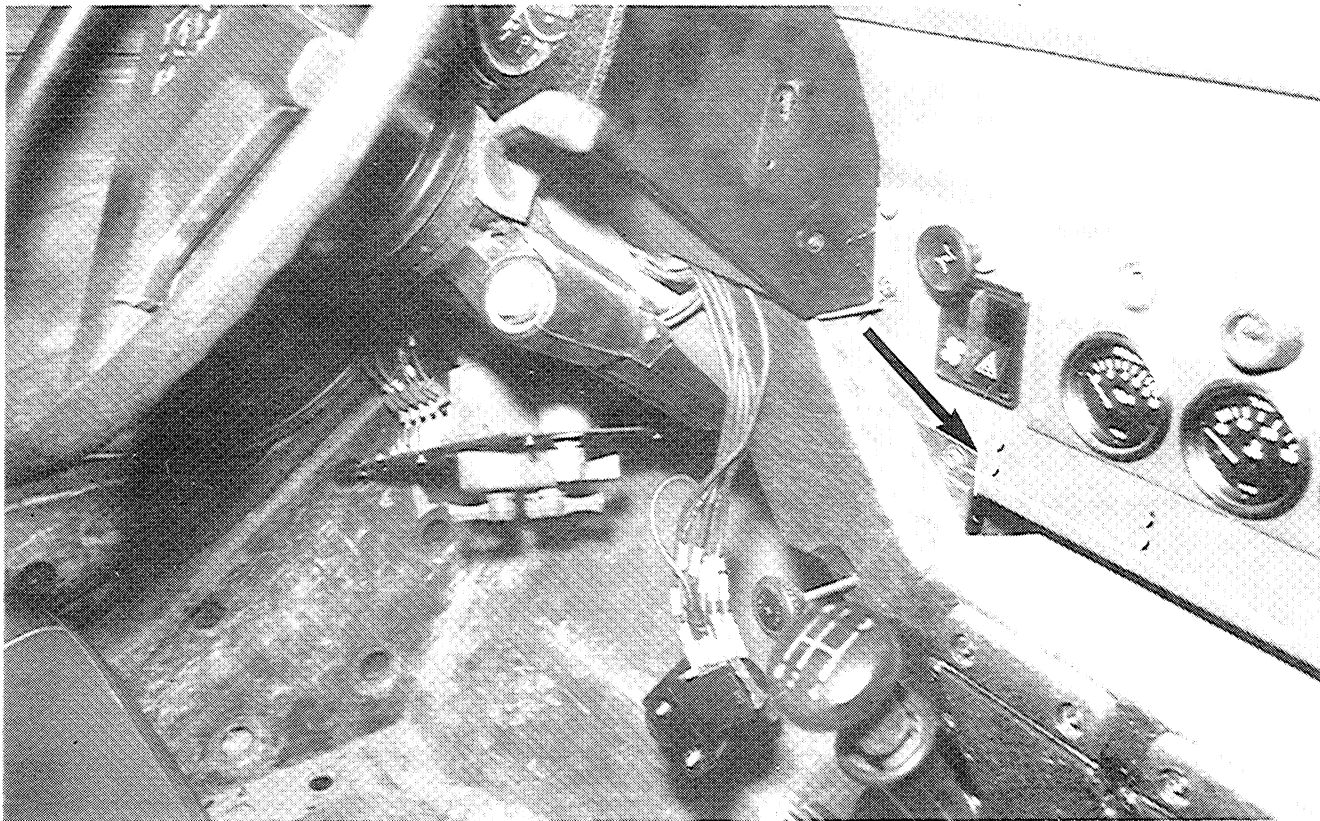

Figure 5 Localisation et perçage des trous du support de l'interrupteur
- b. Disposer l'interrupteur dans le grand trou du support (10), remettre la plaque de montage en place et fixer l'interrupteur avec l'écrou déposé plus tôt. Remettre le bouton en place.
- c. Voir la figure 5. Disposer le support de l'interrupteur sous les cadrans du tableau de bord de manière que sa patte s'appuie contre la fixation de la gaine de chauffage (voir la flèche), à environ 15 mm du bas du tableau de bord.
- e. Fixer le support au tableau de bord avec les vis autotaraudeuses (11).